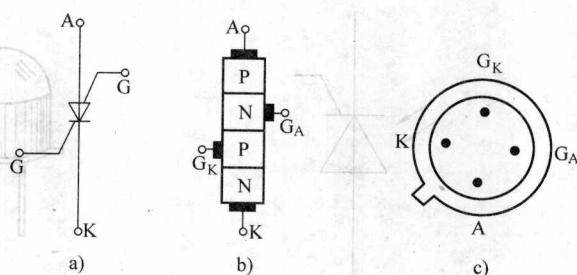

图 2-12 四极晶闸管的电路图形符号及内部结构
(6) 四极晶闸管：四极晶闸管也称硅控制开关管 (SCS)，是一种由 PNP 四层半导体材料构成的多功能半导体器件。图 2-12 所示为其电路图形符号和内部结构。